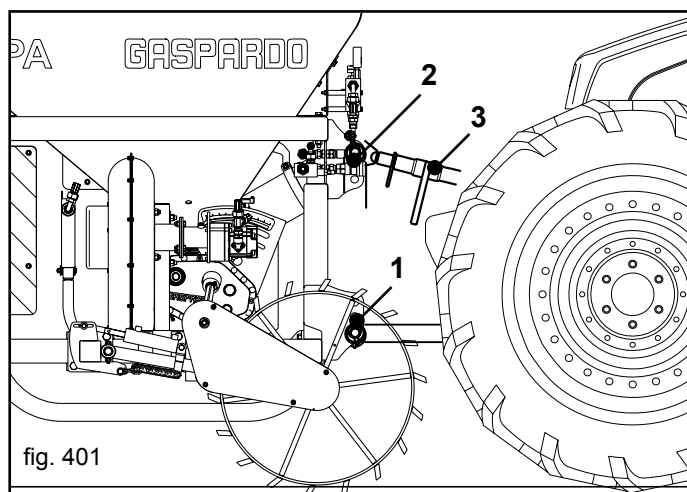
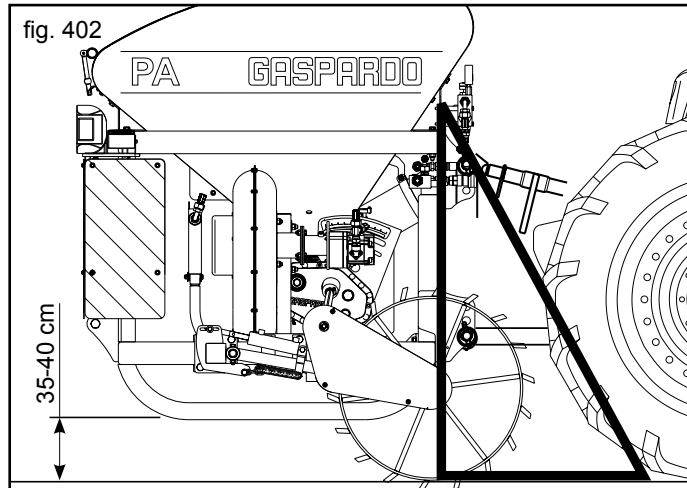

fig. 401
fig. 402
- 1) Fastgør løfteanordningens stænger på de særlige stifter (1 Fig. 401). Lås med splitterne.
- 2) Forbind det tredje øvre punkt (2, Fig. (401)); stiften skal låses med den særlige split; brug justeringsstangen (3, Fig. 401) til at sikre, at redskabet er vinkelret på jorden (Fig. 402).
- 5) Løft det frontmonterede redskab, fjern støttebenene. Justér redskabets højde fra jorden til arbejdsposition for at sikre drivhjulets rotation (35-40 cm Fig. 402). **Denne afstand skal holdes konstant under arbejdet.**